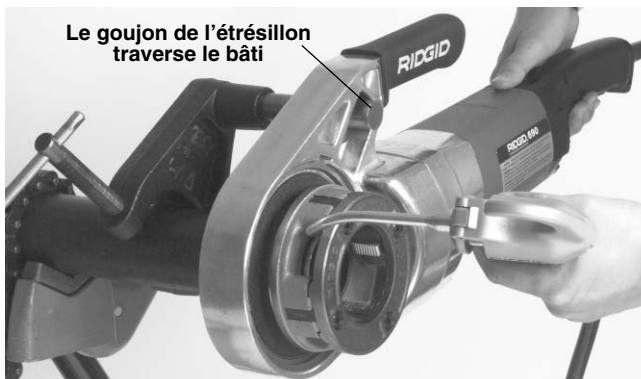

Figure 7 – Application d'huile en cours de filetage
- Appuyez simultanément sur la gâchette et, avec la paume de votre main libre, sur l'extrémité de la tête de filière pour entamer le filetage. Arrosez les filières copieusement d'huile de coupe durant toute l'opération. Cela réduira le couple nécessaire au filetage et assurera des filets de meilleure qualité (Figure 7).